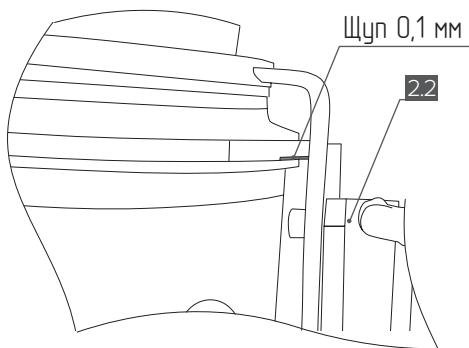

Рис. 9
4. Отрегулируйте зазор между вилкой и фланцем при помощи щупа, установив его на всю плоскость прилегания вилки так, чтобы величина зазора составила 0,1 мм от нижнего края фланца. Зафиксируйте актуатор **[2.2]** при помощи болтов M4x10 **[2.3]** В, как показано на **рис. 9**.